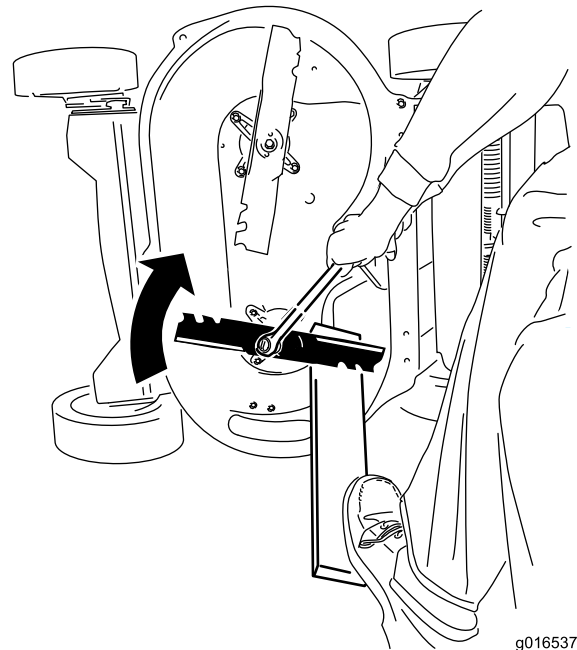

Bild 46
2. Halten Sie jedes Messer mit einem Brett fest und drehen Sie die Messerschraube mit einem Drehmomentschlüssel nach rechts, wie in Bild 46 dargestellt. Ziehen Sie die Messerschraube mit 82 N·m an.